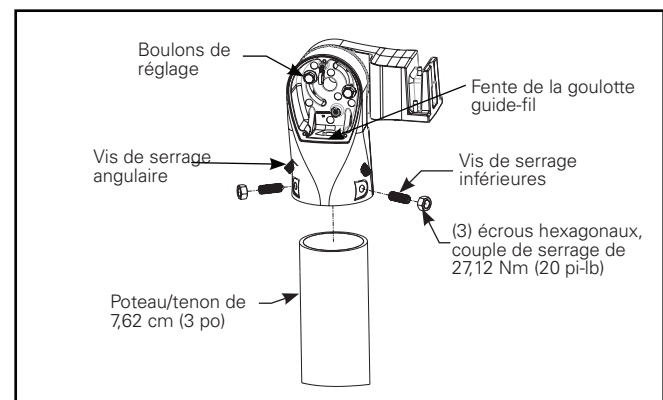

Figure 6.
3. Abaissez l'assemblage du bras sur un poteau de 7,62 cm (3 po) ou un tenon vertical tout en faisant passer les fils d'entrée de l'alimentation à travers la fente de la goulotte guide-fil, jusque dans le bras (figure 6).
- Une fois l'assemblage du bras en place, serrez à la main les trois vis de réglage angulaires pour les fixer solidement. Serrez à la main les trois vis de réglage inférieures, puis les vis de réglage angulaires supérieures à un couple de 27 Nm (20 pi-lb). Installez les trois écrous hexagonaux sur les vis de réglage inférieures et serrez les vis de réglage et les écrous à un couple de 27 Nm (20 pi-lb) (figure 6).